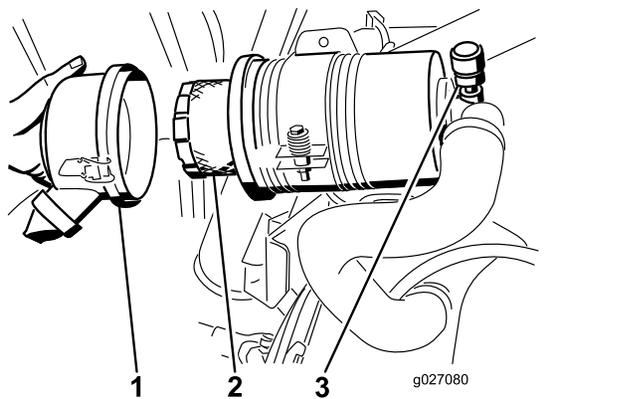

Figura 50
- Retire e substitua o filtro (Figura 50).